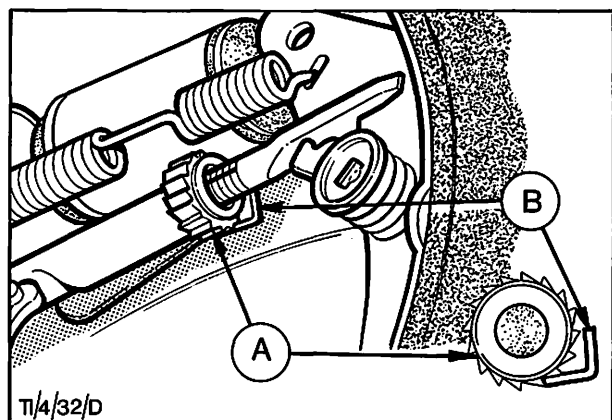

Abb. 55 A = Ratschenrad
9. Ratschenrad A, Abb. 55, so weit drehen, bis die Druckstange spielfrei anliegt. Dabei beachten, daß der Klinkenhebel B die richtige Position zur Betätigung des Ratschenrads einnimmt, Abb. 55.